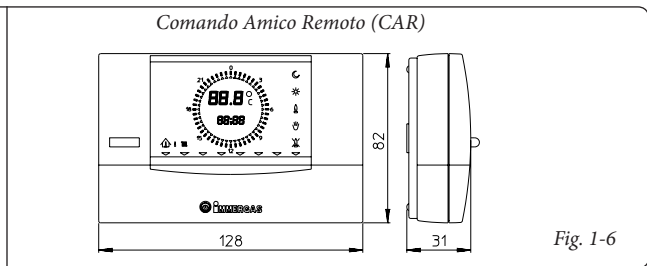

Fig. 1-6
- Dispositivo Comando Amico Remoto (Fig. 1-6) con funzionamento di cronotermostato climatico. Il pannello del Comando Amico Remoto consente all'utente, oltre alle funzioni illustrate al punto precedente, di avere sotto controllo e soprattutto a portata di mano, tutte le informazioni importanti relative al funzionamento dell'apparecchio e dell'impianto termico con la opportunità di intervenire comodamente sui parametri precedentemente impostati senza necessità di spostarsi sul luogo ove è installato l'apparecchio. Il pannello del Comando Amico Remoto è dotato di autodiagnosi per visualizzare sul display eventuali anomalie di funzionamento della caldaia. Il cronotermostato climatico incorporato nel pannello remoto consente di adeguare la temperatura di mandata impianto alle effettive necessità dell'ambiente da riscaldare, in modo da ottenere il valore di